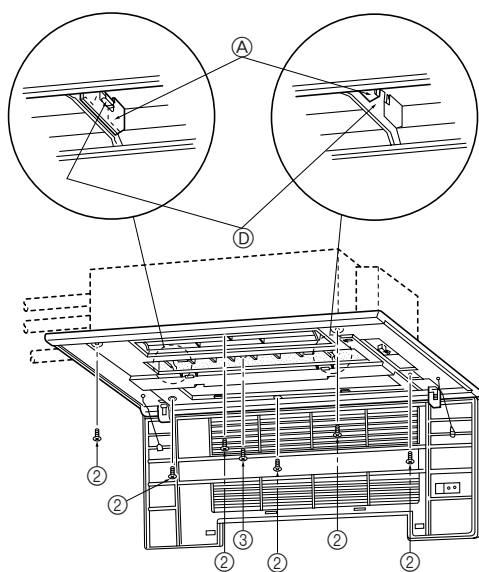
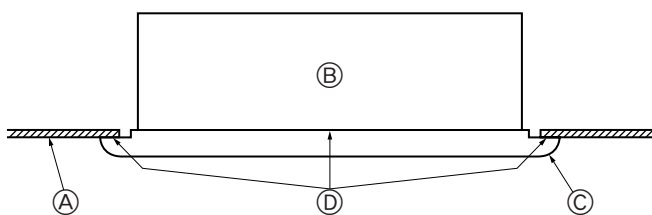

Fig. 5-5
Fig. 5-6
- Stel het voorpaneel zo af dat dit precies past in de hoek tussen het plafond en de muur en breng de montagebouten ② (meegeleverd bij de rooster) aan op de vier plaatsen, links en rechts. Draai de bouten nog niet helemaal aan. (Fig. 5-5)
- Draai de bevestigingsbouten ② nu aan en draai ook de bevestigingsschroeven ③ op drie plaatsen in het midden aan.
- Draai uiteindelijk de bevestigingsbouten ② op de vier plaatsen, rechts en links aan.
- Controleer nu of er geen naden zijn tussen het binnenapparaat en het voorpaneel en tussen het voorpaneel en het plafondoppervlak. Als er naden zijn, kan er wind in het apparaat komen, met als gevolg waterlekkage (Fig. 5-6).
- \* Draai de bevestigingsbouten ② en bevestigingsschroeven ③ helemaal aan.